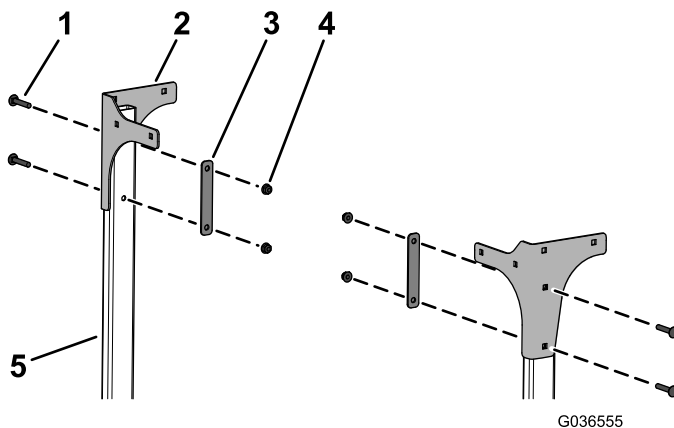

Bild 8
7. Befestigen Sie die hinteren Platten an der linken und rechten Seite lose mit vier Schlossschrauben (5/16" x 1-3/4"), zwei Stützplatten und vier Bundmuttern (5/16") an den Rohren, wie in Bild 8 abgebildet.